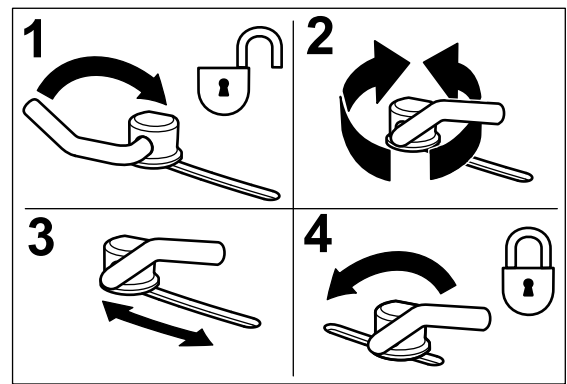

Bild 13
1. Wenn Sie die Haltenocken einstellen möchten, schieben Sie den Hebel nach oben und lösen Sie die Haltenocke (Bild 13).
3. Schieben Sie den Hebel zurück, um das Ablenkblech und die Haltenocken festzuziehen (Bild 13).